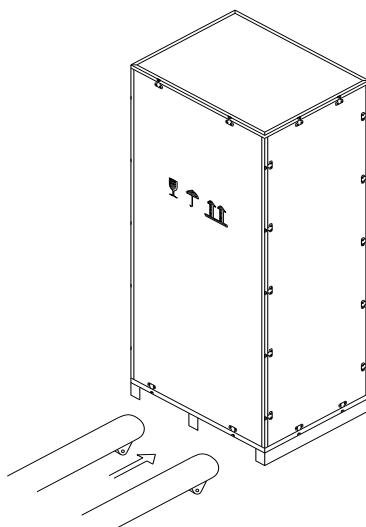

Рис.2-4 Перемещение к месту установки
2. Переместите ИБП к месту установки, используя погрузочную тележку, (см. Рис.2-4).